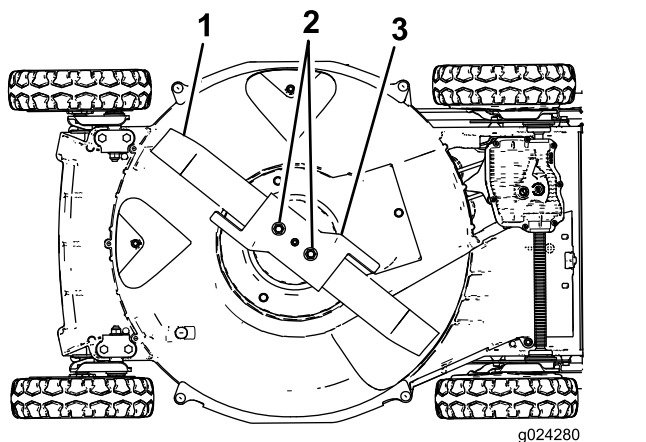

Figure 28
- Basculez la machine sur le côté **droit** (filtre à air en haut), comme montré à la Figure 28.